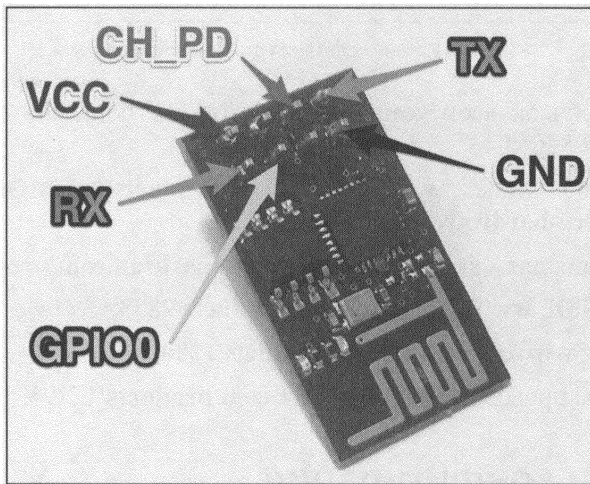

Рис. 1.8. Назначение выводов модуля ESP-01
- ◆ Назначение выводов модуля ESP-01 (рис. 1.8).